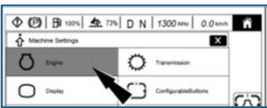

Fig. 5
6. Sélectionnez « Moteur » Fig. 5)